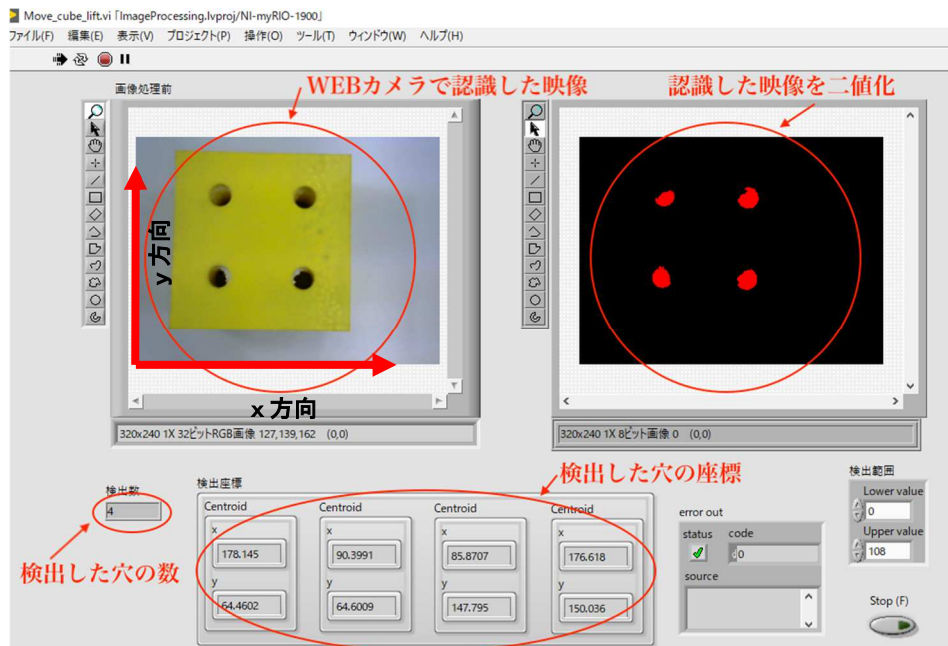

図 11 プログラム実行中のフロントパネルの画面
- (1) プログラムを実行するとフロントパネルの画面に図 11 のような画面が表示される。WEB カメラの映像や認識した穴の映像や座標、個数が表示される。